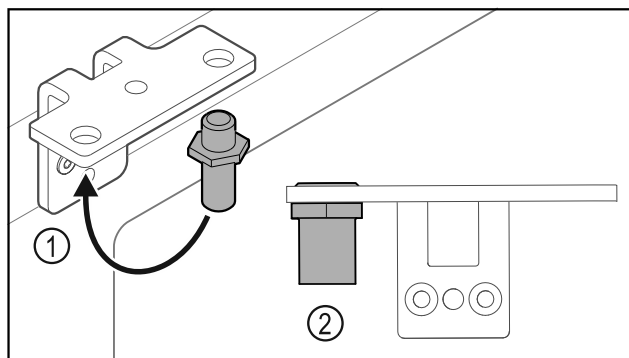

Fig. 31
- Premiestnite čap Fig. 31 (1) v uholník závesu.
- Utiahnite čap Fig. 31 (2) **uťahovacím momentom 12 Nm**.